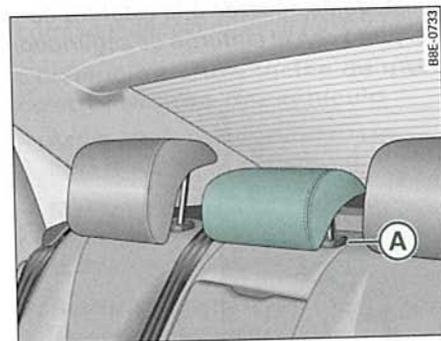

Fig. 94 Plaza central del asiento trasero: Apoyacabezas
- Apriete la tecla **(A)** ⇒ *página 100*, fig. 94 y, al mismo tiempo, extraiga el apoyacabezas.